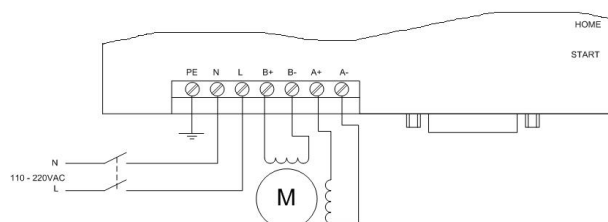

Рис.4. Пример подключения двигателя и источника питания к блоку SMSD-822 rev.2
4. Выполните соединение блока с ШД согласно схеме, представленной на рис. 4.